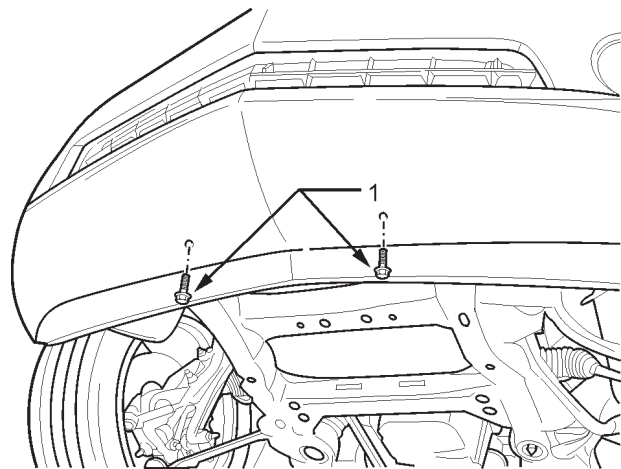

FIGURE 42
20. Enlever les deux boulons de 10 mm du dessous du carénage. Se reporter à la Figure 42.